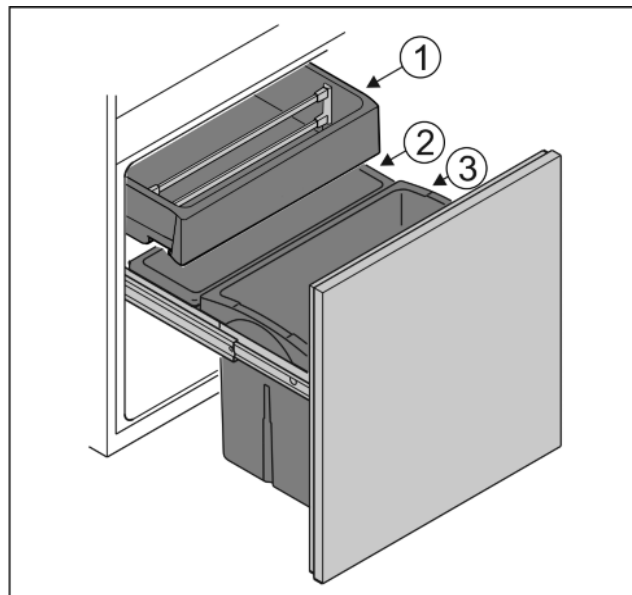

Fig. 4
- ▶ Pojemnik *Fig. 4 (1)*: Umieścić warzywa i owoce tropikalne w naczyniu bez opakowania.
- ▶ Pojemnik *Fig. 4 (2)*: Umieścić w nim małe niezapakowane owoce i warzywa.
- ▶ Pojemnik *Fig. 4 (3)*: Ustawić pojedyncze butelki.